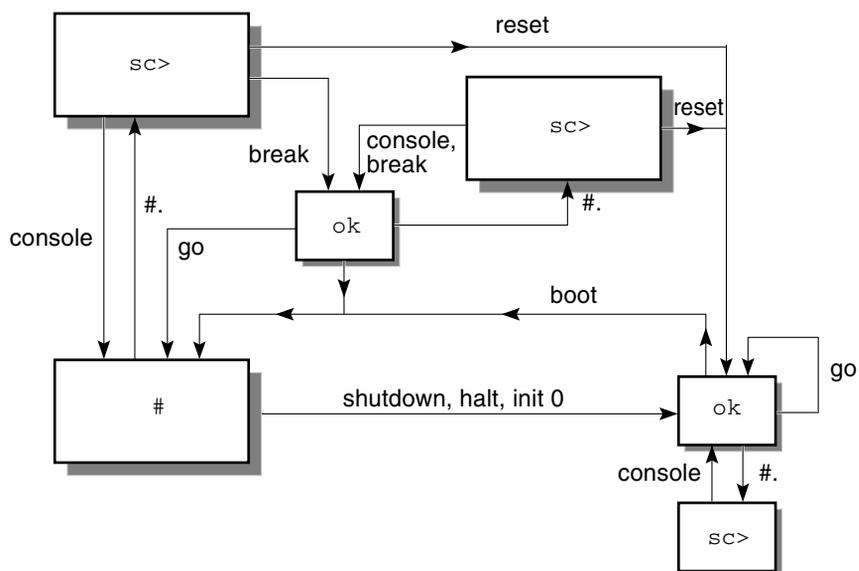

FIGURE 1-1 Circulation des invites système
- FIGURE 1-1 Circulation des invites système 3
La FIGURE 1-1 illustre la relation entre ces trois invites et indique comment passer de l'une à l'autre.
Les commandes suivantes figurent dans le diagramme de circulation représenté à la FIGURE 1-1 :